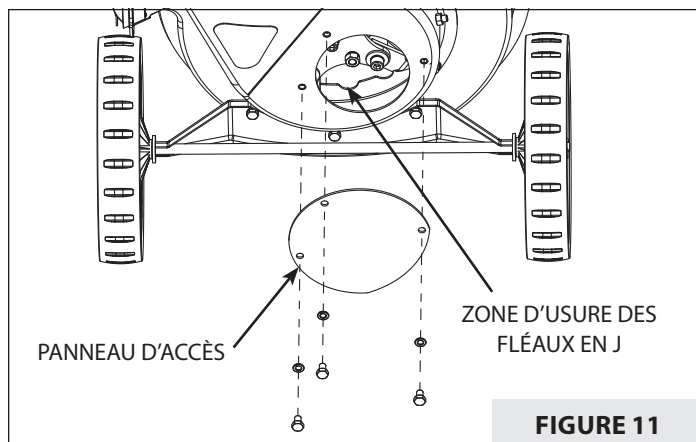

FIGURE 11
2. Retirer le petit panneau d'accès circulaire de l'arrière du carter de broyeuse. **VOIR FIGURE 11.**
3. Contrôler les arêtes tranchantes des fléaux triangulaires et des fléaux en J. **VOIR FIGURES 11 ET 12.**